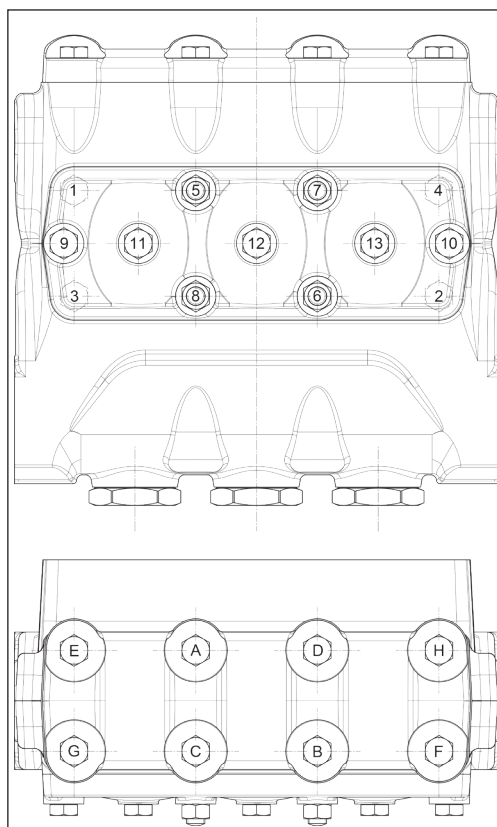

Fig. 137
** Les vis et les écrous de fixation de la tête et les couvercles doivent être serrés avec une clé dynamométrique, en lubrifiant la tige fileté, et en respectant l'ordre indiqué sur le schéma de la Fig. 137.